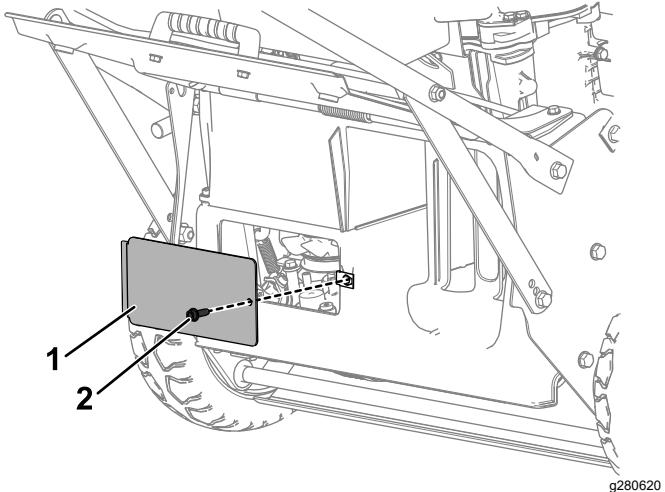

Figura 47
8. Retire la ventanilla trasera, situada debajo del deflector de descarga trasera, retirando el perno que la sujetá (Figura 47).